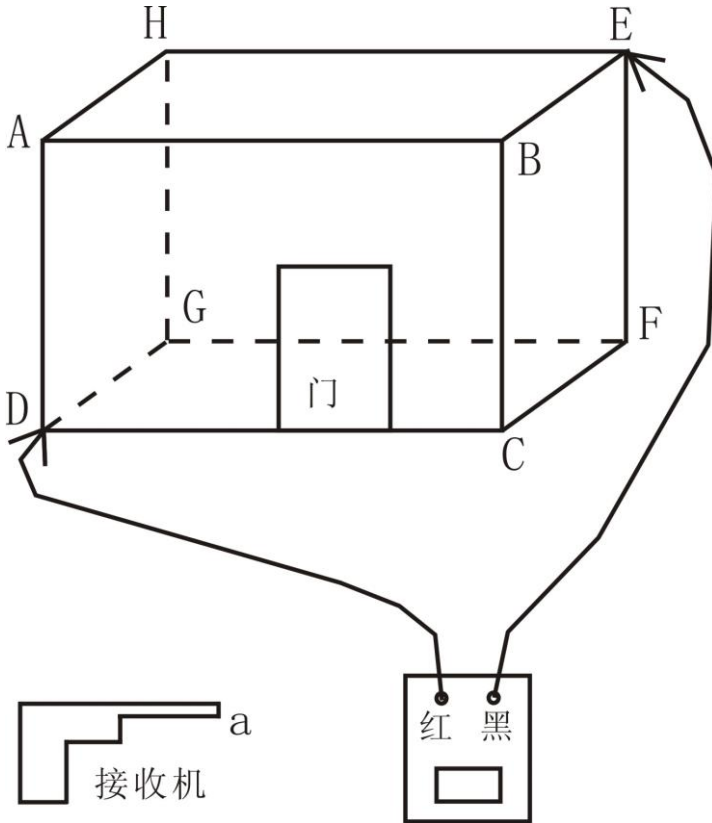

图 3
- (1) 将用本机所备的测试线将信号发生器与被测物连接好（见图3）。
- (2) 将电源插头插入交流 220 伏插座。
- (3) 按下电源“开关”，电源指示灯亮。
- (4) 开机预热 10 分钟。